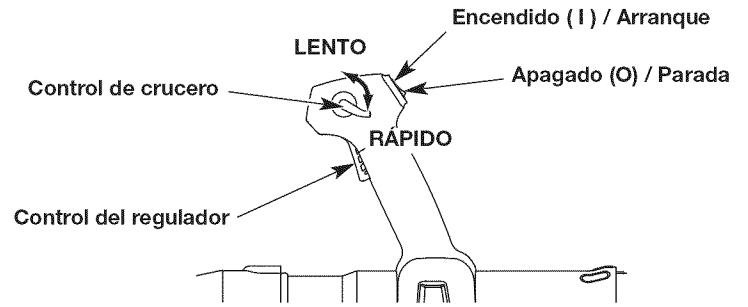

Fig. 7
**NOTA:** No hay necesidad de encender la unidad. El interruptor de Encendido/Apagado debe estar en la posición ENCENDIDO (I) en todo momento (Fig. 7).
4. Mueva el control de crucero a la posición LENTO (Fig. 7).
**NOTA:** Mantenga el control de crucero en posición LENTO y **NO** presione el control del acelerador hasta el paso 9 (Fig. 7).
6. **NO** apriete el control del acelerador (Fig. 7). Agáchese en la posición de arranque (Fig. 9).
9. Apriete y mantenga oprimido el control del acelerador o mueva el control de crucero a la posición RÁPIDO (Fig. 7). Deje que el motor se caliente durante 30 a 60 segundos.
2. Oprima y no suelte el interruptor de control de Encendido y Apagado en la posición APAGADO (O) hasta que el motor se detenga por completo (Fig. 7).
**NOTA:** Mantenga el control de crucero en posición LENTO y **NO** presione el control del acelerador hasta el paso 11 (Fig. 7).
11. Apriete y mantenga oprimido el control del acelerador o mueva el control de crucero a la posición RÁPIDO (Fig. 7). Deje que el motor se caliente durante 30 a 60 segundos.
- Utilice el control de crucero para facilitar el funcionamiento continuo (Fig. 7).